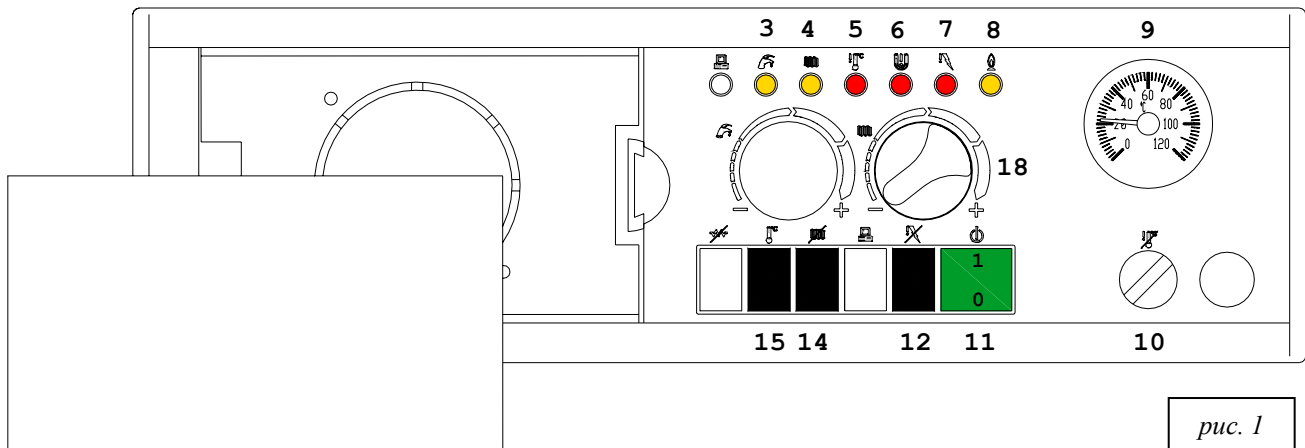

рис. 1
## 1.2 Работа котла (рис. 1)
- Соединить красные провода электроплаты комплекта с переключателем поддержания температуры (15 на рис. 1) и оставшиеся провода (соответственно оранжевый, зеленый и желтый) с переключателем лето-зима (14 на рис. 1), как показано на фотографии.
- Снять заглушку индикатора работы контура ГВС (3 на рис. 1) и вставить световой индикатор, блокируя его с помощью специального оранжевого светофильтра.